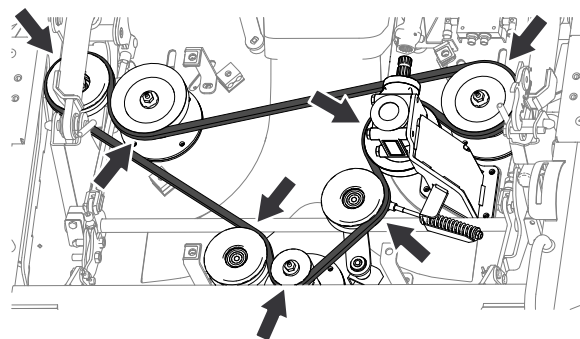

Figura 134
1. Encaminhe a nova correia em redor das polias, como se mostra na **Figura 134**.